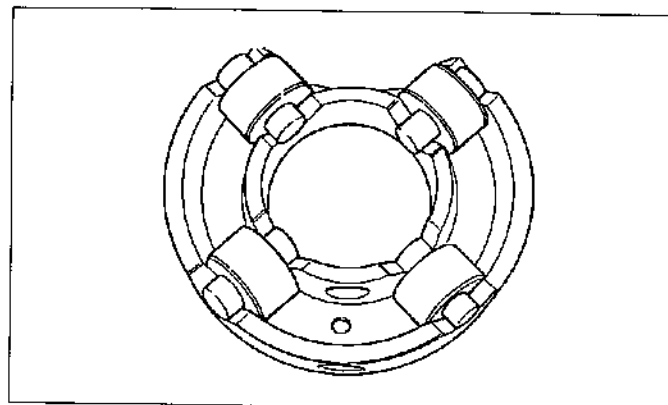

Figura.13-4 Comprobación del anillo de rodillo
(1) Picaduras, rayaduras y cualquier otro tipo de desgaste anormal requerirá el reemplazo del conjunto del anillo de rodillo. (Vea la figura.13-4)